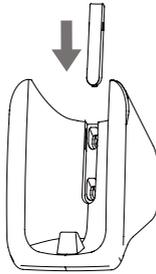

Рисунок 2.4
2. Вставьте закрывающую винты панель в держатель поверх винтов (см. Рис. 2.4);